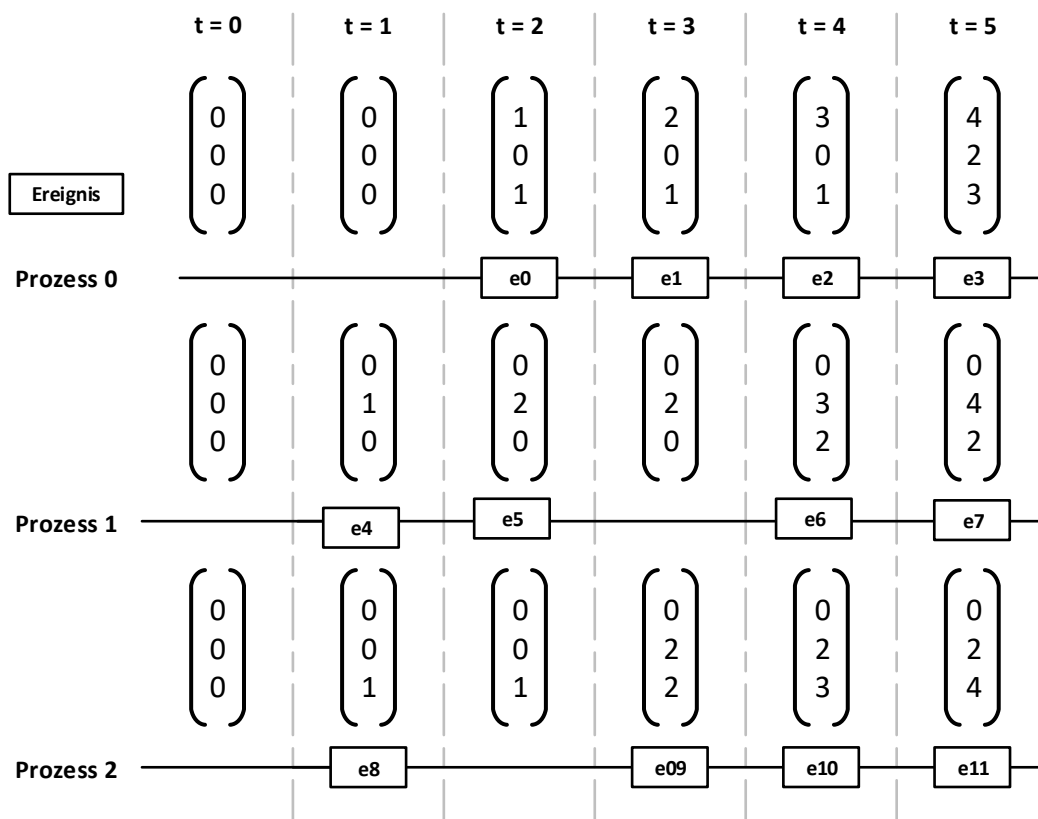

Abbildung 15: Vektor-Uhr mit drei Prozessen
a) Abbildung 15 zeigt ein Vektoruhrsystem mit 3 Prozessen aber ohne die Pfeile, die normalerweise die zeitlichen Beziehungen zwischen den Prozessen kennzeichnen. Ermitteln Sie die entsprechenden Informationen aus den Zeitvektoren und zeichnen Sie die vier fehlenden Pfeile in die Abbildung ein.
b) Stimmt die Behauptung $C_1(e5) < C_2(e10)$ in Bezug auf das Vektoruhrsystem aus Abbildung 15? Bitte begründen Sie Ihre Antwort mathematisch.